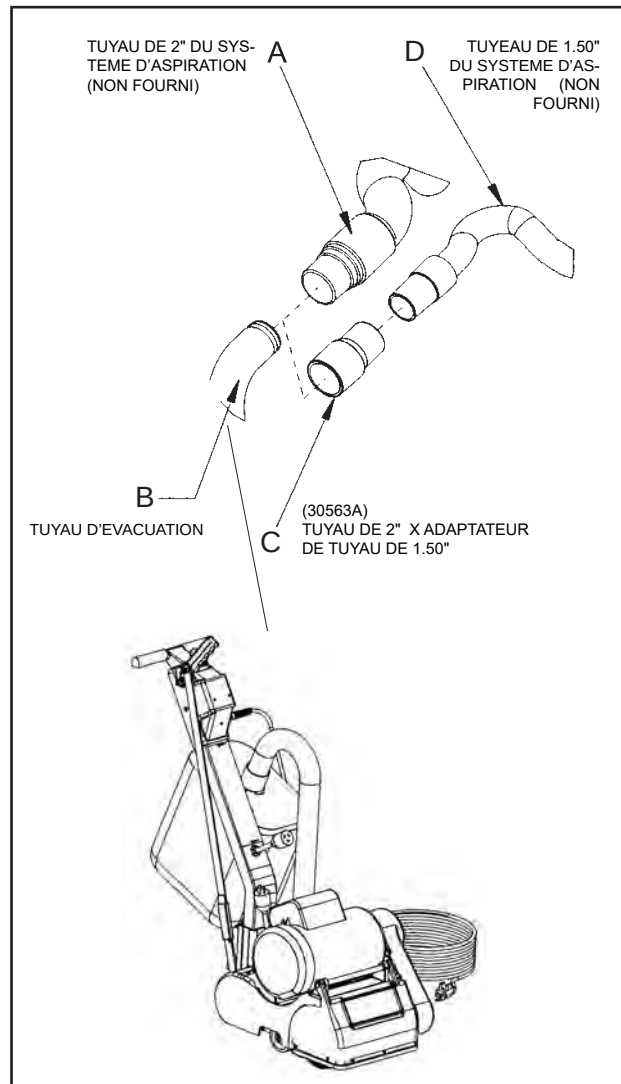

Figure 1
2. Introduire l'extrémité de tuyau de 3,80 cm (figure 1, D) dans l'adaptateur (figure 1, C).